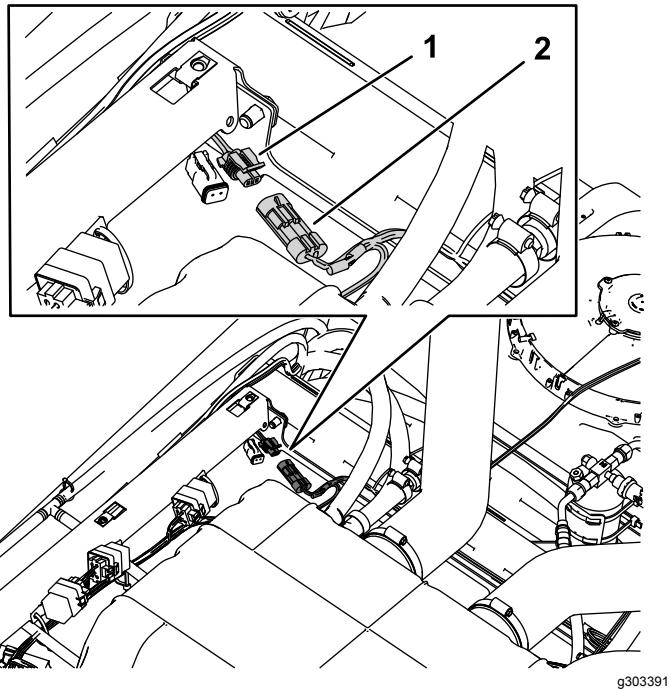

Рисунок 4
1. В верхней части кабины найдите свободный 2-контактный гнездовой разъем на жгуте проводов кабины и подсоедините к нему разъем питания жгута проводов рабочего осветительного прибора (Рисунок 4).